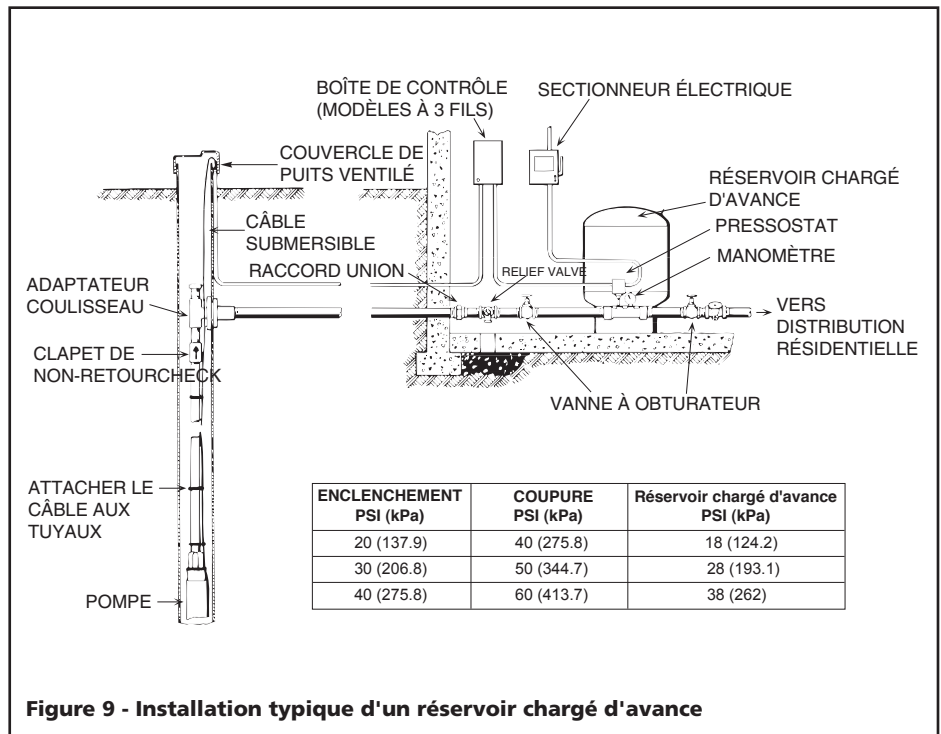

Figure 9 - Installation typique d'un réservoir chargé d'avance
9. Enlevez la vanne à obturateur (voir Figures 9 et 10).
Voir Figure 9 pour une illustration du raccordement de la tuyauterie à des réservoirs de pression chargés d'avance. Avant de démarrer la pompe, vérifier pour s'assurer que la pression de l'air chargé d'avance est de 2 psi (13,8 kPa) en dessous des réglages d'enclenchement de la pompe. (Par exemple, dans un réservoir utilisé avec un pressostat à 30-50 psi, la pression de l'air chargé d'avance devrait être de 28 psi [193,1 kPa].) Ajuster la pression en chargeant ou libérant de l'air à travers la valve de pneu au-dessus du réservoir. Vérifier annuellement la pression de l'air chargé d'avance et l'ajuster au besoin.